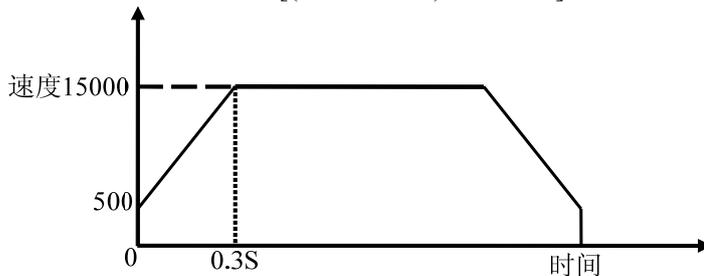

图 2.2.3 定长脉冲驱动模式
- 如图 2.2.3,从实际初始速度 500 PPS 加速至 15000 PPS，时间为 0.3 S (秒)，则输出频率的倍数 Multiple=2